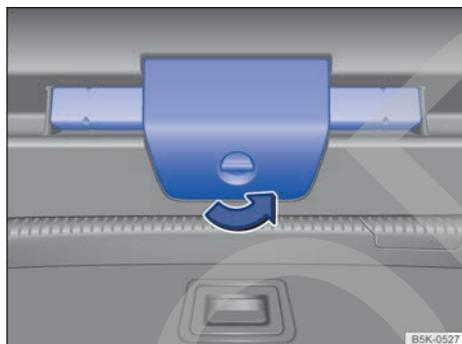

Fig. 64 En el portón del maletero: abrir el soporte del triángulo de preseñalización.
- Gire el cierre del soporte del triángulo de preseñalización 90° en el sentido contrario al de las agujas del reloj → **fig. 64**.